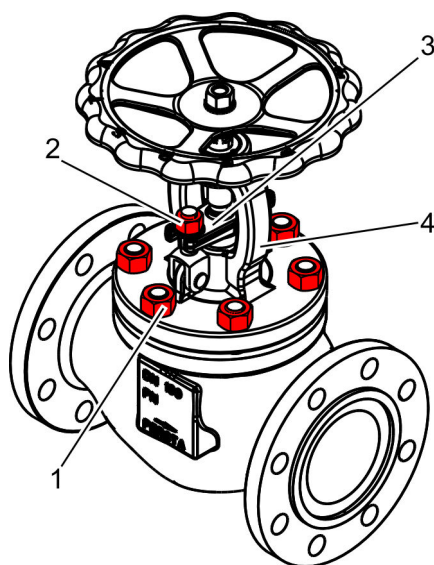

Abb. 26: Muttern entfernen
2. ➔ Bügelauflauf (Abb. 26/4) durch Hebezeug gegen Herunterfallen vom Gehäuse sichern.
3. ➔ Sicherstellen, dass Bügelauflauf (Abb. 26/4) und Gehäuse nicht durch das Hebezeug angehoben werden.
Muttern (Abb. 26/1) am Bügelauflauf (Abb. 26/4) lösen und entfernen.
5. ➔ Muttern (Abb. 26/2) an der Stopfbuchsbrille (Abb. 26/3) lösen und samt Unterlegscheiben entfernen.